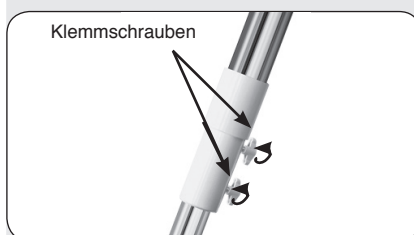

Abb. 11: Stellen Sie die Höhe der Stativbeine ein und ziehen Sie die Schrauben fest.
11. Einstellen der Stativhöhe: Stellen Sie das Stativ ein, indem Sie die Feststellschrauben (Abb. 11) am Stativ lockern. Ziehen Sie anschließend die inneren Stativbeine auf die von Ihnen gewünschte Länge. Dann ziehen Sie die Schrauben wieder fest. Stellen Sie das Stativ auf eine Höhe ein, die Ihnen das Beobachten so angenehm wie möglich macht.